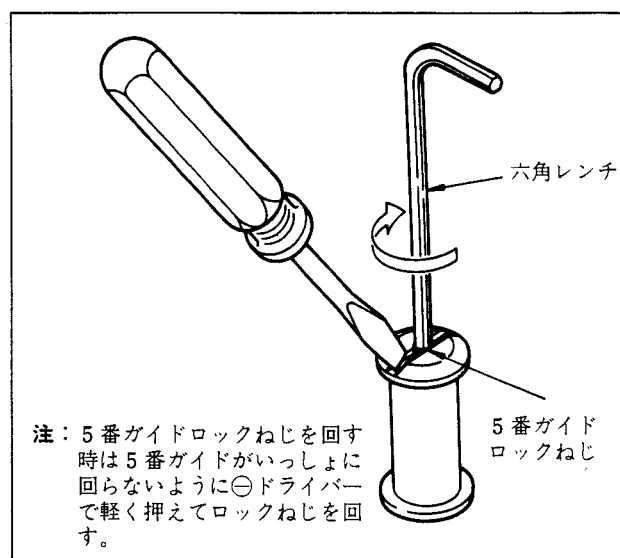

図4-6.
- 3) 5番ガイドロックねじ①をゆるめ、5番ガイドを回し入口波形を下図のようにフラットより若干浮き目にし、5番ガイドロックねじ①を締める。(図4-6.)